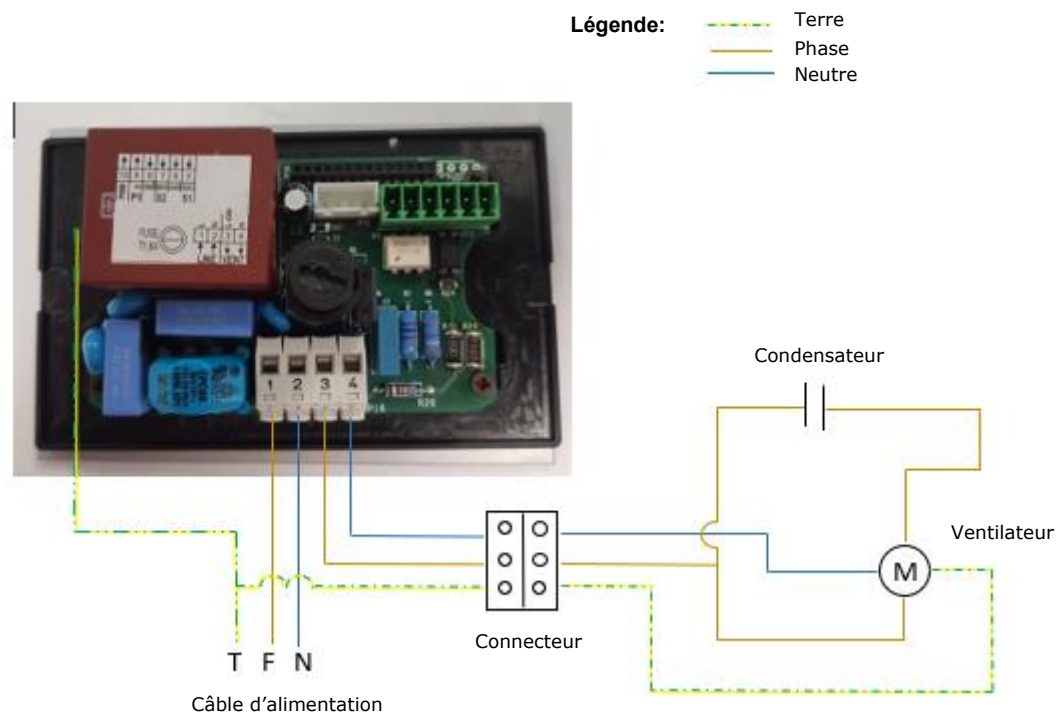

Figure 55 - Schéma électrique d'un ventilateur centrifuge
d. Après avoir placé les composants dans l'équipement, vous devez régler l'interrupteur sous la porte, de sorte que la porte, après avoir fermé l'interrupteur, active le micro-interrupteur, voir la figure 55.